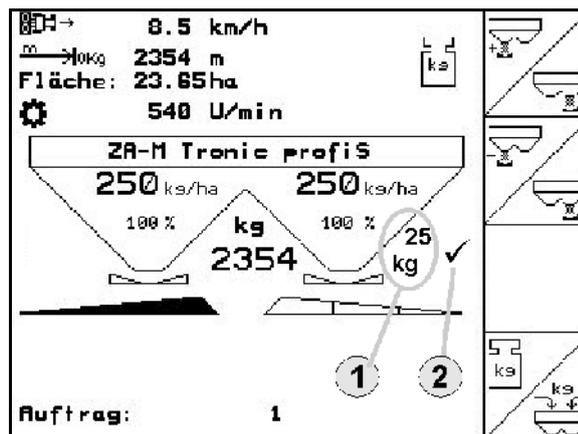

Fig. 21
- En el menú de trabajo se visualiza la dosis de abono aplicada (Fig. 21/1).
- En el menú de trabajo se muestra cuando fueron aplicados 200 kg de abono (Fig. 21/2).